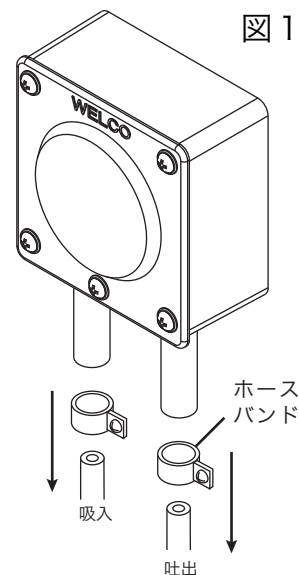

図1
- ③ホースバンドをゆるめ、図1の様に「吸入側」「吐出側」のホースを取り外してください。